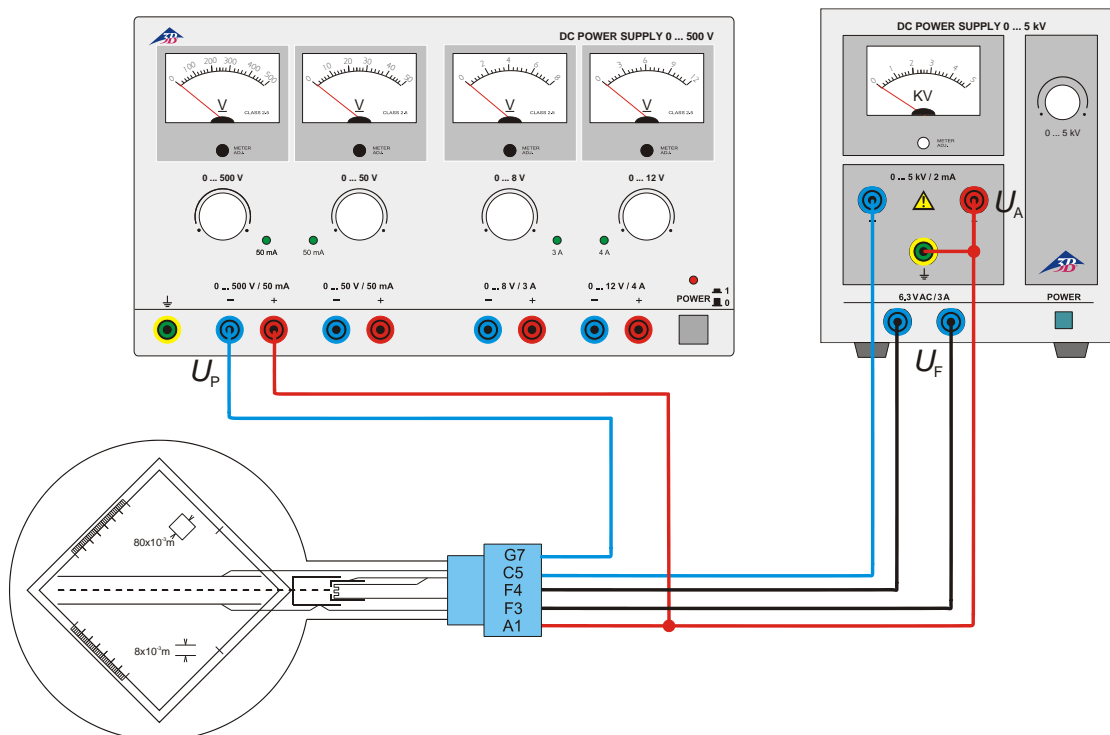

Fig.3 Deflexión eléctrica
- Proceder a la conexión de los tubos de acuerdo al esquema de la Fig. 3.